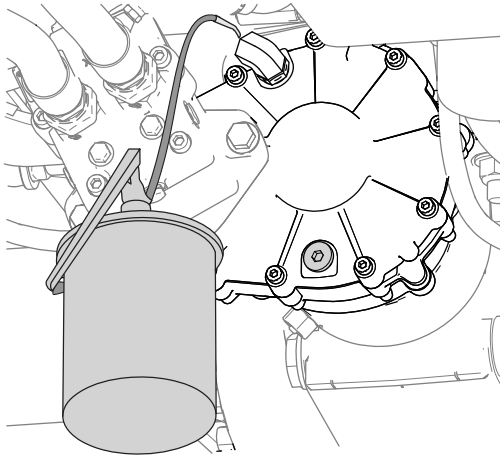

Figura 112
6. Llene la caja de engranajes con 0,34 litros del aceite especificado por el acoplamiento de 90° (Figura 112).